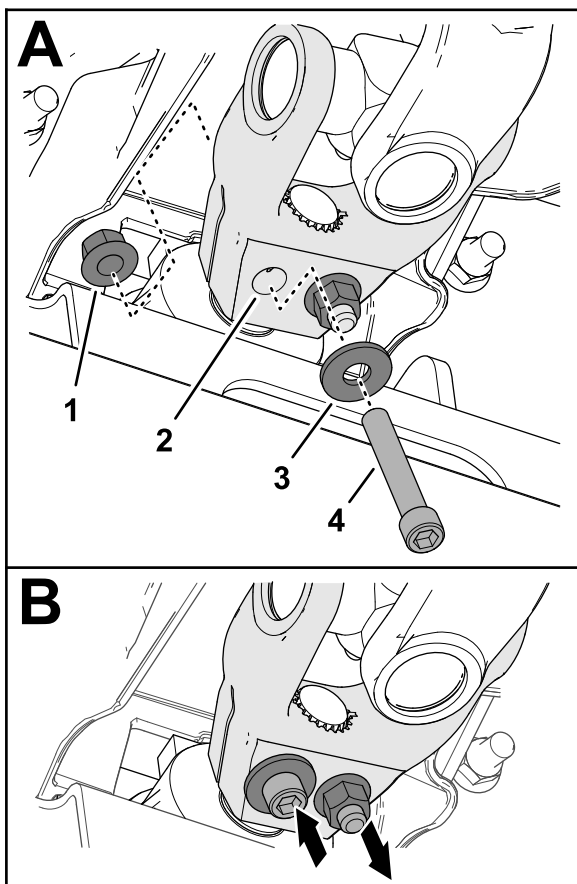

Figure 17
6. Insérez une vis à tête creuse ($\frac{3}{8}$ " x $2\frac{1}{4}$ ") dans une rondelle ($\frac{3}{8}$ ") et dans le trou de la chape de l'arbre d'entraînement (Figure 17), et fixez la vis en place avec un contre-écrou à embase ($\frac{3}{8}$ ").
- Insérez une vis à tête creuse ($\frac{3}{8}$ " x $2\frac{1}{4}$ ") dans une rondelle ($\frac{3}{8}$ ") et dans le trou de la chape de l'arbre d'entraînement en passant par l'autre côté (Figure 17), et fixez la vis en place avec un contre-écrou à embase ($\frac{3}{8}$ ").